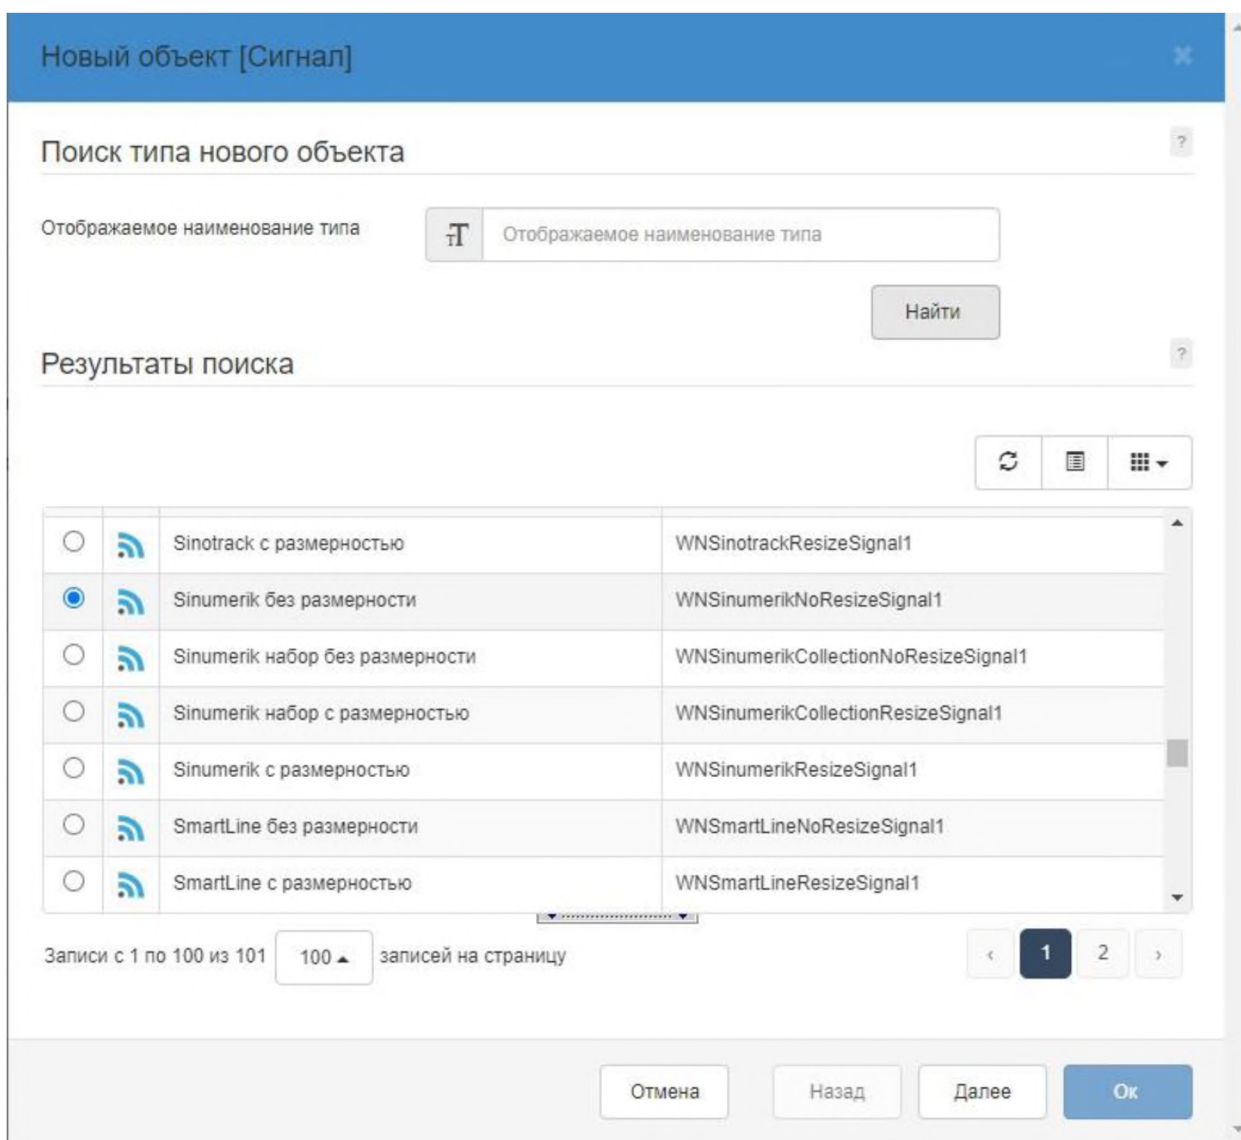

Рисунок 34 – Выбор типа сигнала
- 4) Выберите тип сигнала. Например, Sinumeric без размерности. Нажмите **Далее** (рис. 34).